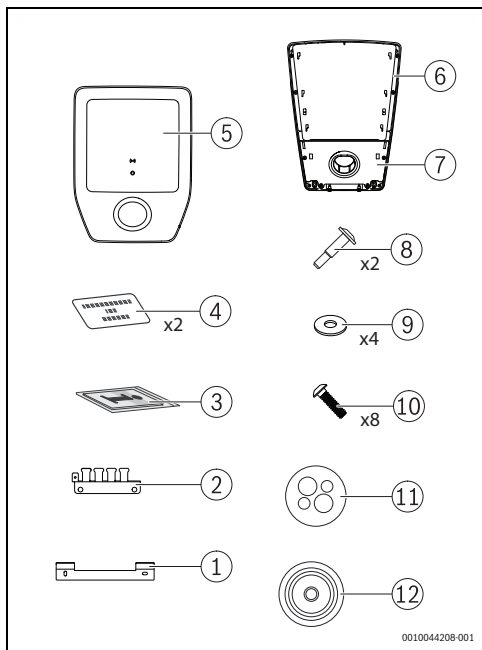

Fig. 385 Equipamento fornecido
- ▶ Remova cuidadosamente a cobertura [5] e o tampão cego com o suporte de repouso [7] do Power Charge 7000i (→ fig. 385, página 401).